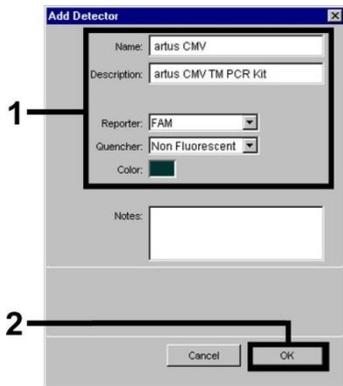
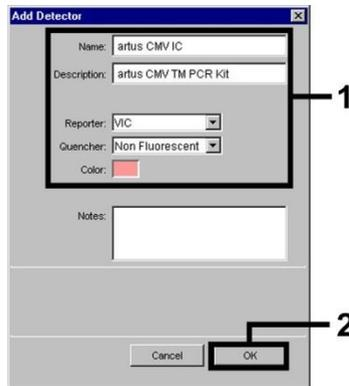
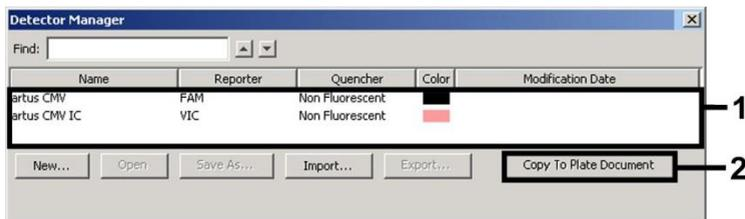

Abb. 17: Erstellen des CMV-spezifischen Detektors (Detector Manager [Detektormanager]).
Abb. 18: Erstellen des IC-spezifischen Detektors (Detector Manager [Detektormanager]).
Abb. 19: Auswählen der Detektoren (Detector Manager [Detektormanager]).
Für den Nachweis von CMV-DNA definieren Sie in dem neuen Fenster die Reporter/Quencher-Kombination FAM/Non Fluorescent (FAM/Nicht fluoreszierend). Für den Nachweis der *Internen Kontrolle* wählen Sie die Kombination VIC/Non Fluorescent (VIC/Nicht fluoreszierend) aus (wie in Abb. 17 und Abb. 18 dargestellt). Durch die Bestätigung der Eingaben (OK) kehren Sie zurück zum *Detector Manager* (Detektormanager). Markieren Sie die soeben erstellten Detektoren und transferieren Sie jede Auswahl durch Klicken auf die Option *Copy to Plate Document* (In Plattendokument kopieren) zur Ebene *Setup* (siehe Abb. 19). Schließen Sie das Fenster (*Done* [Fertig]).